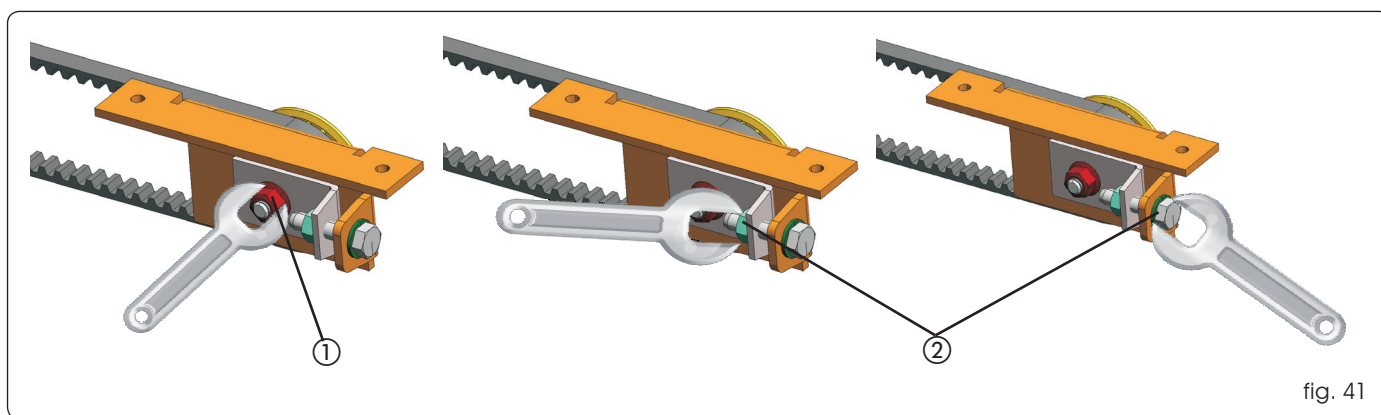

fig. 41
- Draai de moer los (fig. 41 ref. ①).
- Draai aan de moer en de bout (fig. 41 ref. ②) om de riem strakker of losser te zetten.
- Draai na de riemspanning te hebben afgesteld de moer vast (fig. 41 ref. ①).